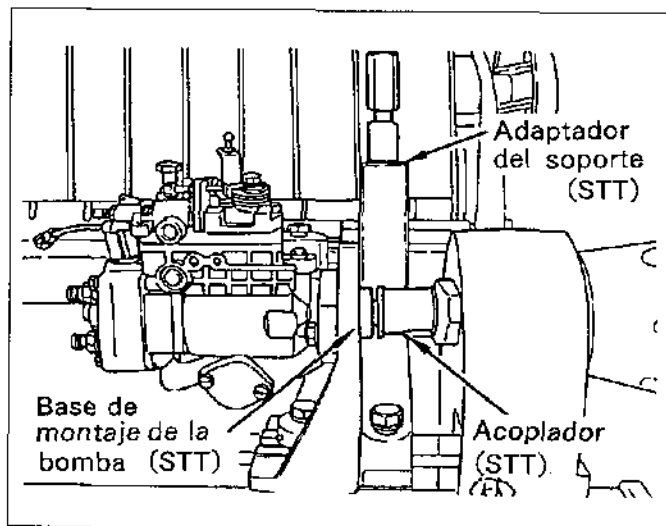

Figura.15-2 Montaje de la bomba en el banco de prueba
- (2) Instale la bomba en la base de montaje adecuada para el banco de prueba. (Vea la figura.15-2)
- (3) Fije el transportador de la palanca de ajuste en el soporte de montaje. (Vea la figura.15-2)
- (4) Monte el acoplador de impulsión, con la chaveta woodruff, arandela, y tuerca redonda, en la bomba y conéctelo al impulsor del banco de prueba. (Vea la figura.15-2)